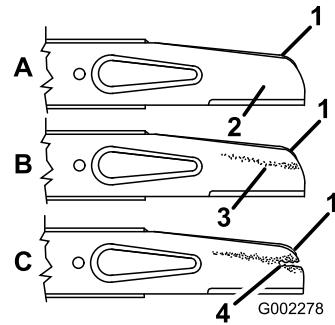

Figura 30
2. Rimuovete i dadi della lama, l'acceleratore e la lama (Figura 30).